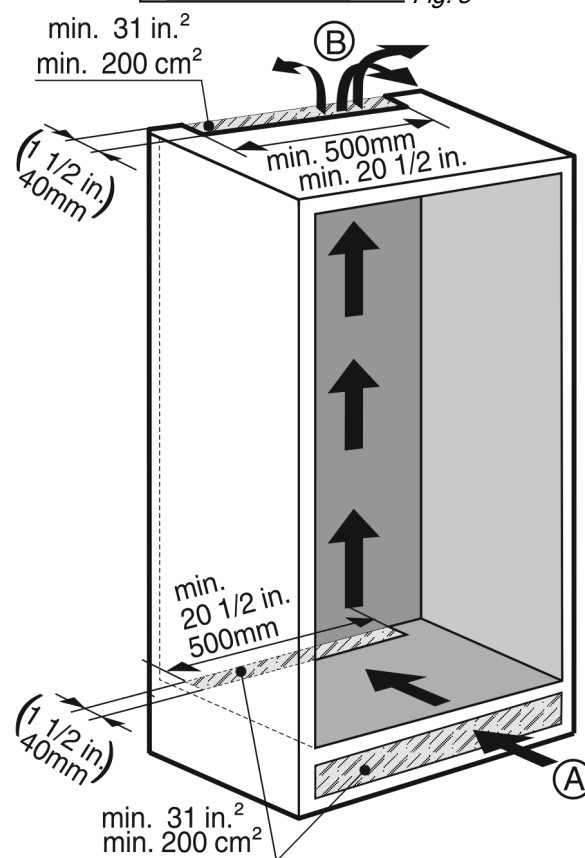

Fig. 6
- Il doit y avoir un espace de ventilation efficace d'au moins 31 dans² (200 cm²) par appareil au niveau de l'entrée d'air Fig. 6 (A) et la sortie d'air Fig. 6 (B).